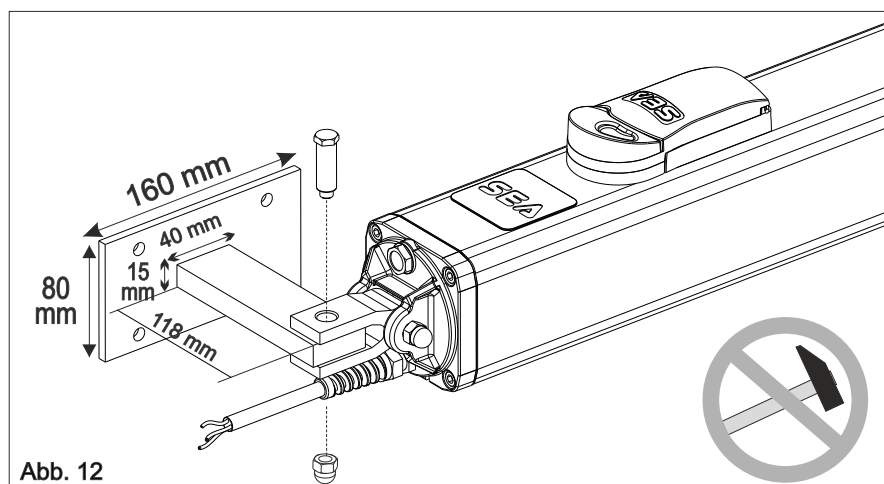

Abb. 12
-Die Schwinggabel, wie in Abb. 12 befestigen.